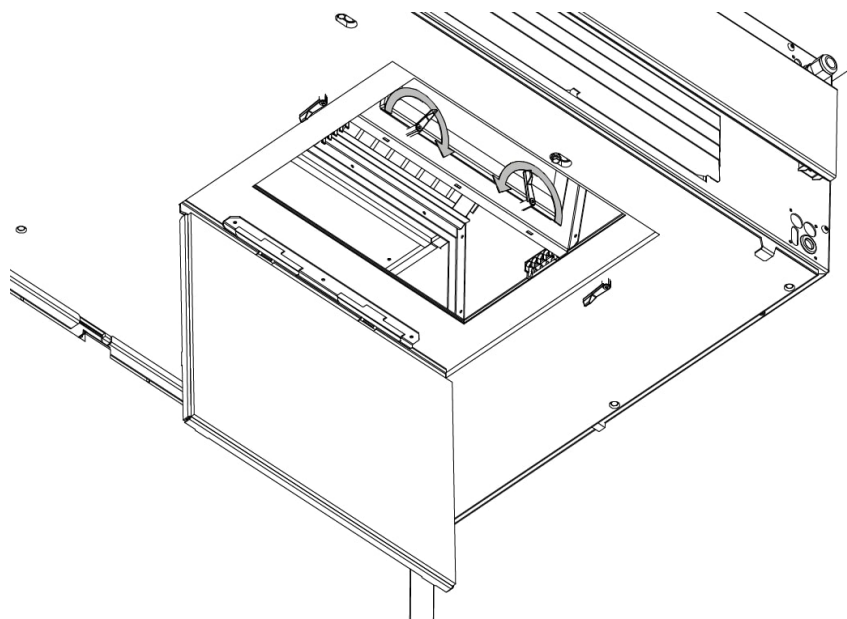

Figur 23: Åbning af bundplade
1. Åbn bundpladen i anlæggets højre side. Brug den medfølgende nøgle til bundpladen. Se Figur 23 nedenfor.